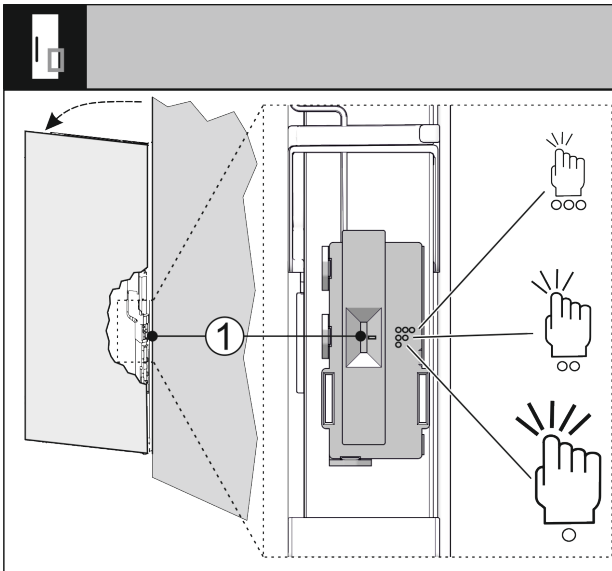

Fig. 32
- ▶ Установите переключатель Fig. 32 (1) в нужное положение.